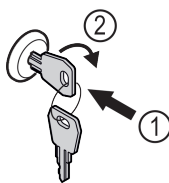

Fig. 181
- ▶ Sæt nøglen i. Fig. 181 (1)
- ▶ Drej nøglen 90° med uret. Fig. 181 (2)